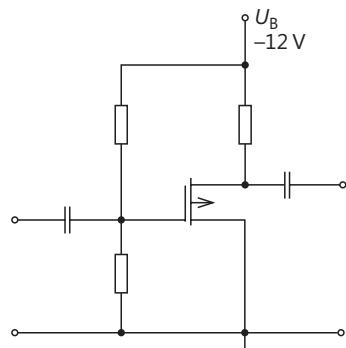

Bild 8.53
- Was stellt die Schaltung Bild 8.53 dar? Erklären Sie die Arbeitsweise der Schaltung.